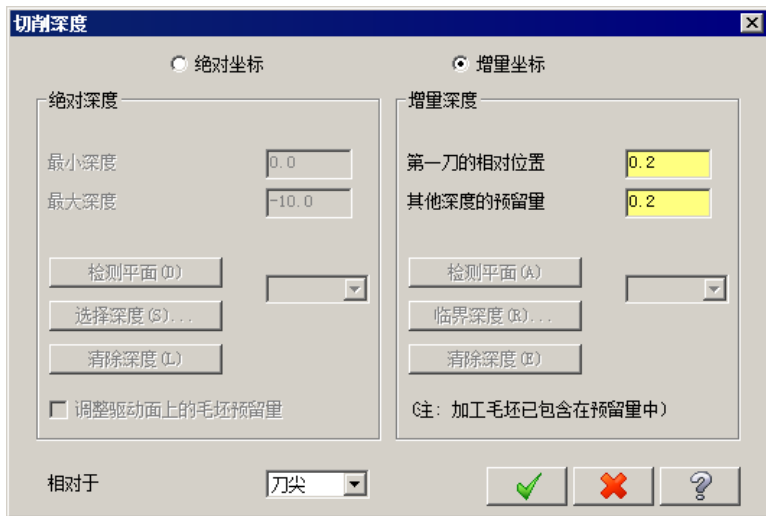

图 5.2.15 “切削深度”对话框
- 切削深度(D)... 按钮：单击此按钮，系统弹出图 5.2.15 所示的“切削深度”对话框，在此对话框中对切削深度进行具体设置，一般有“绝对坐标”和“增量坐标”两种方式，推荐使用“增量坐标”方式进行设定（设定过程比较直观）。